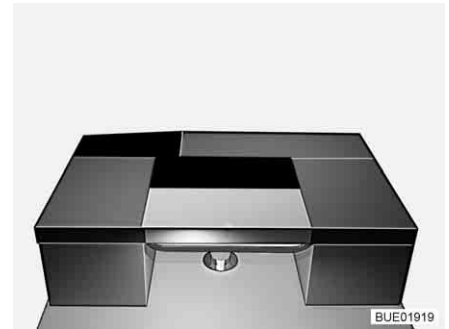

Fig. 147 Dopo la trasformazione
- Posizionare il cuscino aggiuntivo trasversalmente sul tavolo (vedi Fig. 147).